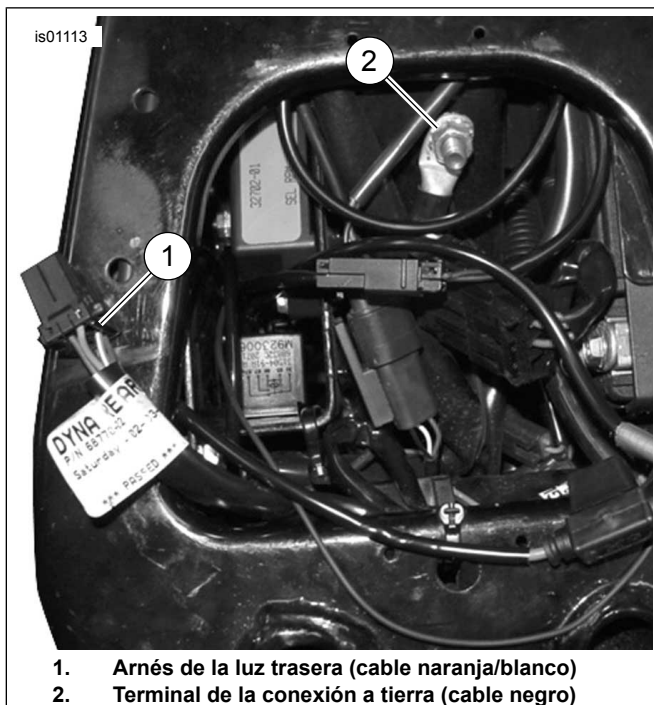

Figura 2. Conexiones de alimentación y a tierra (modelos Dyna)
3. Vea Figura 2. Corte el cable negro en el arnés de cables de la empuñadura con calefacción, para que fácilmente alcance la ubicación de la conexión a tierra y engarce el terminal de anillo al extremo del cable, de acuerdo con las instrucciones de la herramienta para engarzar Packard en el apéndice del Manual de servicio.
- Vea Figura 2. Cuidadosamente corte y abra un área de la envoltura del arnés principal dentro de la cubierta lateral, en un punto accesible y corte un cable de alimentación naranja/blanco del arnés principal.